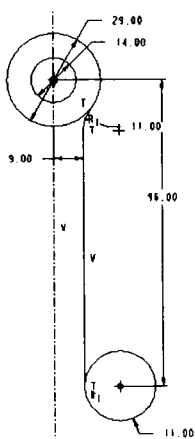

图 1-23 标注尺寸
(9) 单击 按钮标注并更改相关尺寸, 更改后的尺寸如图 1-23 所示。